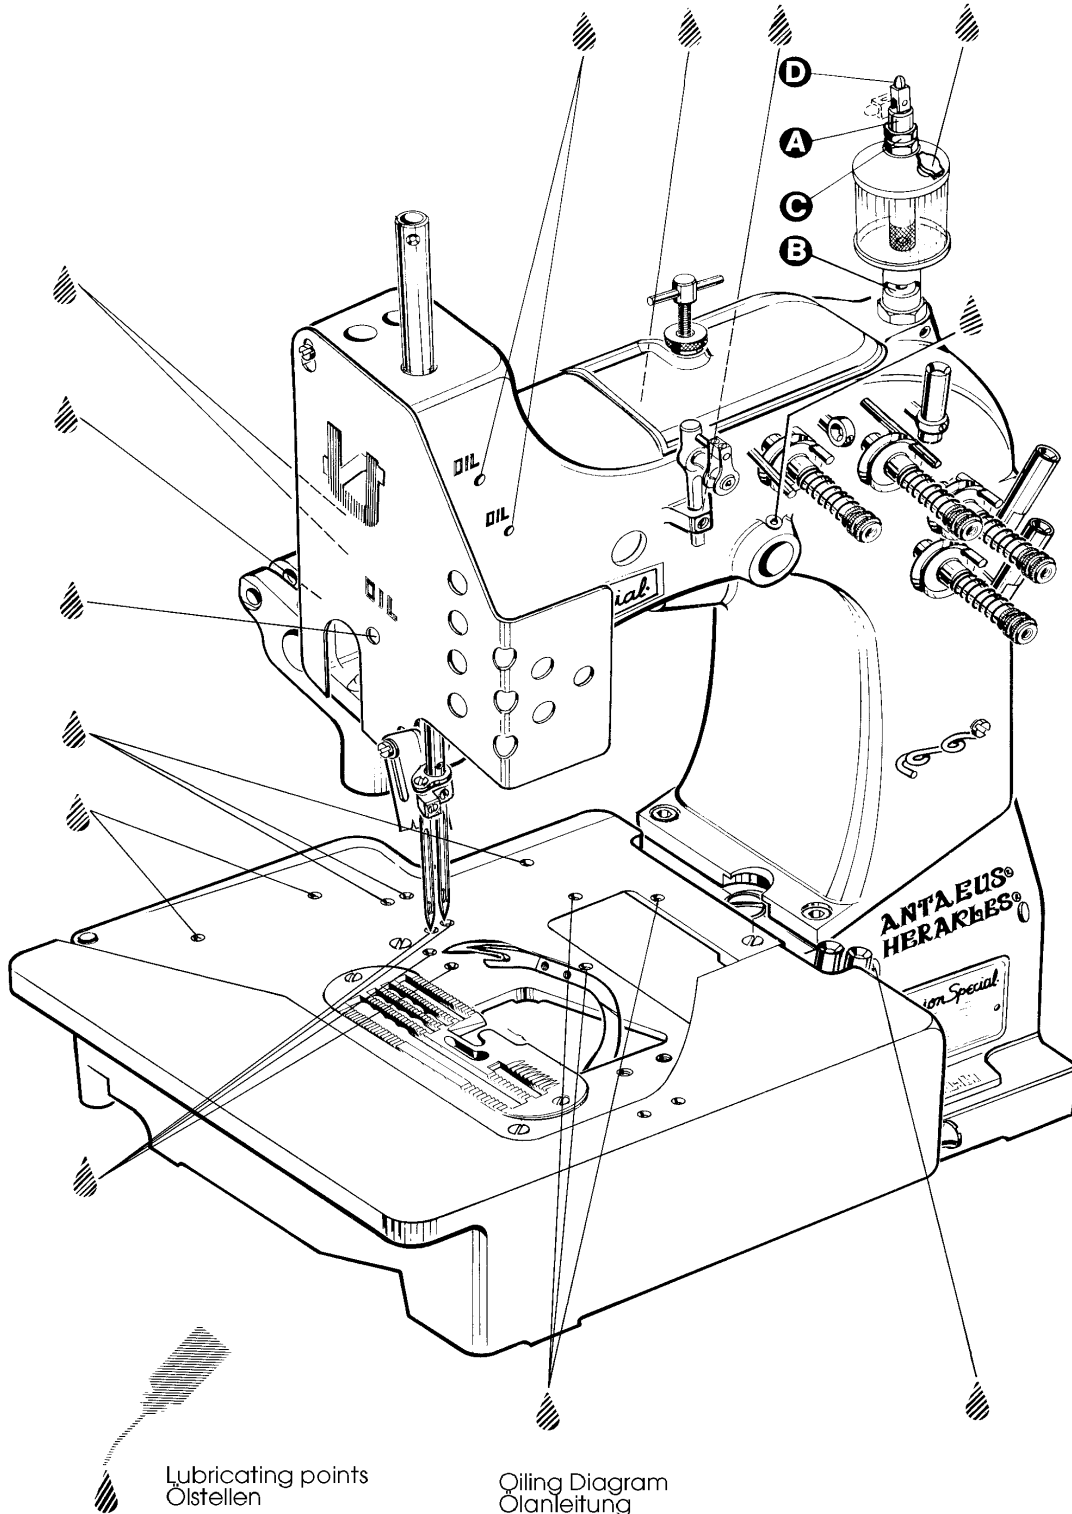
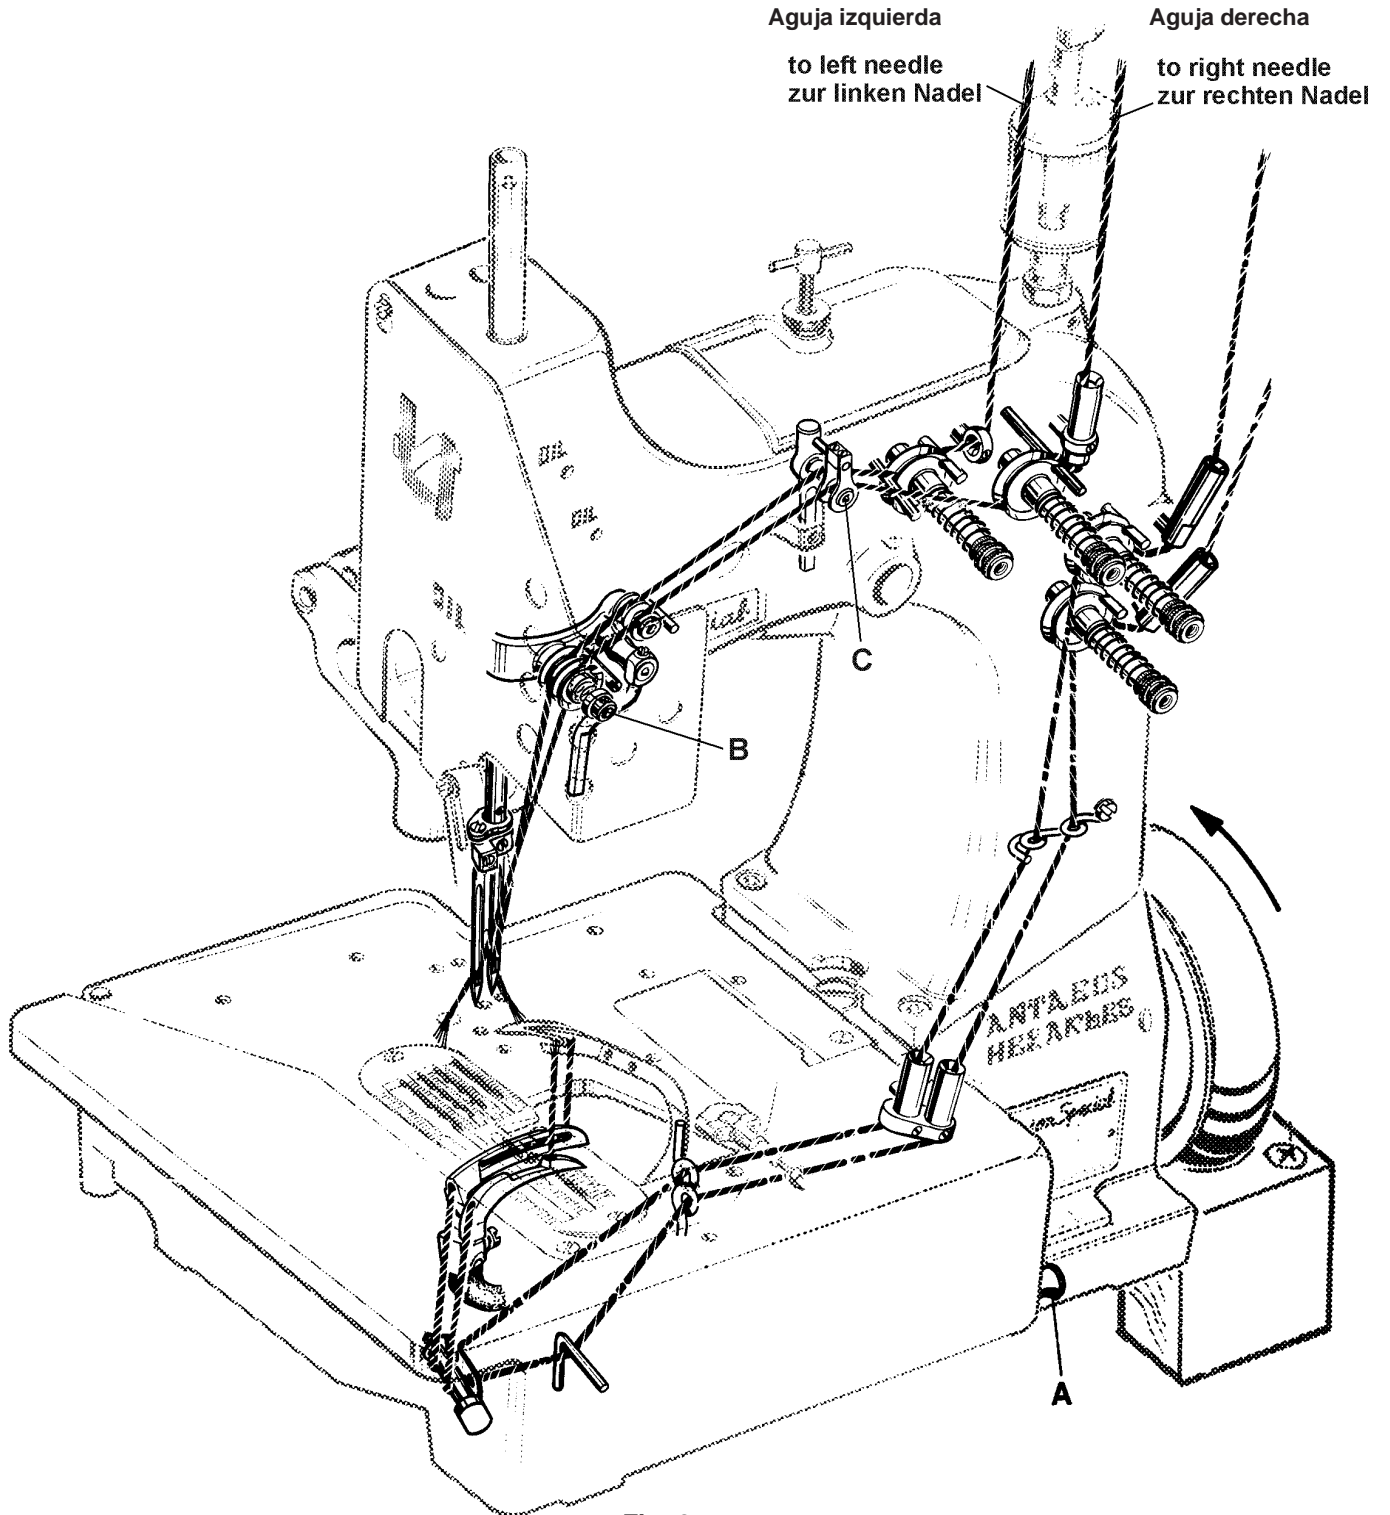

Fig. 1
Fig. 2
2. Monte la placa de base (A, Fig. 1) con los 4 tornillos, las tuercas y las arandelas (B) en los huecos ya listos en la tabla de la mesa.
3. Coloque la máquina sobre la base, de manera que el pasador de regulación (C) en la placa base, encaje en el hueco derecho trasero de la base de la máquina.
4. Asegure la máquina de coser con los 2 tornillos T (D) en la placa de base.
6. Monte el volante (E) con los 3 tornillos remache (F) a la máquina de coser. El pasador (G) debe encajar en el hueco de la parte central del volante (H).
7. Atornille el protector de la barra de aguja (J).
8. Apriete la aceitera (K).
9. Alinee el guarda correa del volante (L) con la perforación para la correa en la mesa (M) y con la rueda del volante y sujételo con los 2 tornillos para madera (N) a la mesa.
10. Desmonte el guarda correa del motor. Coloque la correa en V alrededor del volante y ajuste el motor para tensar la correa. La tensión del la correa en V será la correcta cuando ejerciendo presión moderada con el dedo ceda en aprox. 10mm (3/8 pulgada) en la mitad entre la rueda del volante en la máquina de coser y la rueda del motor (Ver Fig. 2). Coloque nuevamente el guarda correa del motor.
Before operating a new machine for the first time, the sight feed oiler has to be adjusted. All lubricating points, indicated on the oiling diagram (Fig. 1) have to be oiled. For adjusting fill the sight feed oiler halfway with oil and turn the metering pin (A, Fig. 1) a little bit out and then turn it in, until there will flow two to three drops of oil per minute. This can be checked on the sight glass (B). Secure the setting of the metering pin with lock nut (C). Fill the oiler.
Antes de poner en marcha una nueva máquina por la primera vez, hay que fijar y ajustar el engrasador cuentagotas. Lubrique todos los puntos indicados en el diagrama de lubricación (Fig. 1). Llene el engrasador cuentagotas hasta la mitad con aceite y ajuste girando el pasador de la regulación (A, Fig. 1) en tal manera que suministre aproximadamente dos gotas de aceite por minuto. Este ajuste se puede revisar a través del vidrio (B). Asegure la posición del pasador de la regulación con la contratuerca (C). Llene el engrasador cuentagotas con aceite.
81300 series are threaded as shown in Fig. 2.
For threading the needle turn handwheel in operating direction until the needle is in the upmost position. For looper threading open the hinge plate by lifting locking bolt knob (A, Fig. 2).
The machines of class 81300 have to be cleaned and lubricated twice a day before the morning and afternoon start on the lubrication points indicated on the oiling diagram (Fig. 1, page 10). The sight feed oiler has to be kept filled and should be adjusted so, that it feeds two to three drops of oil per minute. The oiler has to be refilled latest, when 2/3 of the oil are used up (see also page 11).
Las máquinas de la serie 81300 se enhebran como se muestra en la Fig. 2.
Para enhebrar la aguja gire el volante en dirección de operación hasta que la aguja alcance su posición mas alta. Para enhebrar el looper, abra la tapa delantera levantando el tornillo de la manivela (A, Fig. 2).
Las máquinas de la serie 81300 hay que limpiar dos veces al día – preferiblemente en la mañana y en la tarde antes de empezar la operación - y lubricar con aceite en los puntos indicados en el diagrama de lubricación (Fig. 1, pág. 10). Llène el engrasador cuentagotas hasta la mitad con aceite y ajuste girando el pasador de la regulación en tal manera que suministre aproximadamente dos gotas de aceite por minuto. Hay que rellenar el engrasador cuentagotas con aceite cuando se hayan consumido 2/3 de su contenido. (Ver también pág. 11)